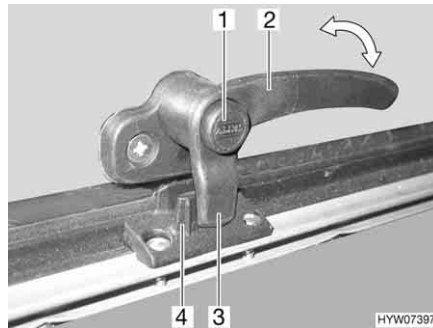
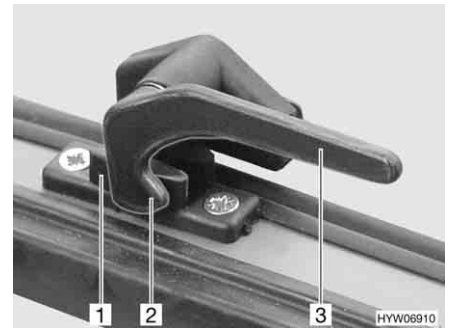

Bild 107 Låsarm med låsknapp i läget "stängd"
Bild 108 Låsarm i läget "stängd"
- Tryck på låsknappen (Bild 107,1) om sådan finns och håll den nedtryckt.
- Sväng låsarmen (Bild 107,2 eller Bild 108,3) ett kvarts varv mot fönstrets mitt.
- Sväng låsarmen (Bild 107,2 eller Bild 108,3) ett kvarts varv mot fönsterkarmen. Låsspaken (Bild 107,3 eller Bild 108,2) på låsarmen sitter helt på fönsterlåsets insida (Bild 107,4 eller Bild 108,1).
- I läget "helt stängt" (Bild 107 och Bild 108)